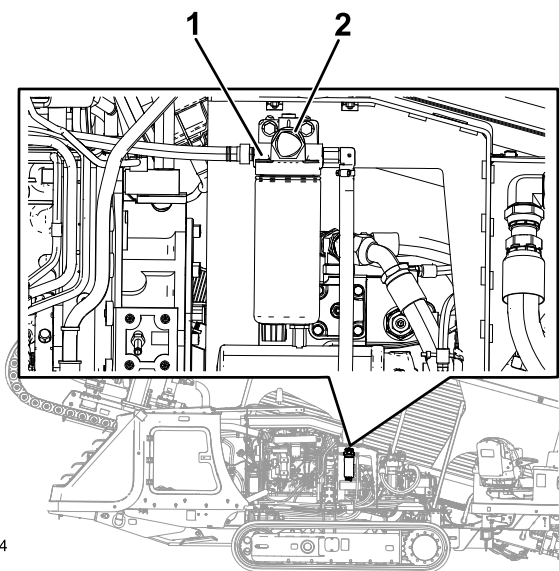

Figura 98
6. Localice el botón de CEBADO en la parte superior del adaptador del filtro de combustible primario (Figura 98).
7. Pulse y suelte repetidas veces el botón de CEBADO hasta que note resistencia al presionar el botón de CEBADO (Figura 98).
3. Coloque trapos limpios bajo el filtro de combustible primario (Figura 98).
4. Afloje las abrazaderas de las mangueras y separe el filtro de combustible primario de las mangueras de combustible (Figura 98).
6. Deslice las mangueras sobre el accesorio de manguera del filtro de combustible primario y apriete las abrazaderas (Figura 98).